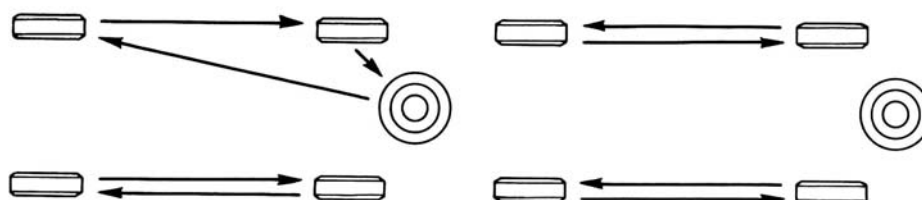

Рис. 9.11. Схема перестановки колес
– перестановку шин (рис. 9.11) следует производить по необходимости. Основанием для перестановки шин могут служить необходимость получения равномерного износа всех шин, в том числе и запасной, а также обеспечение правильного подбора шин по осям. На оси следует устанавливать шины, имеющие одинаковый износ протектора, причем более надёжные шины следует устанавливать на переднюю ось автомобиля.